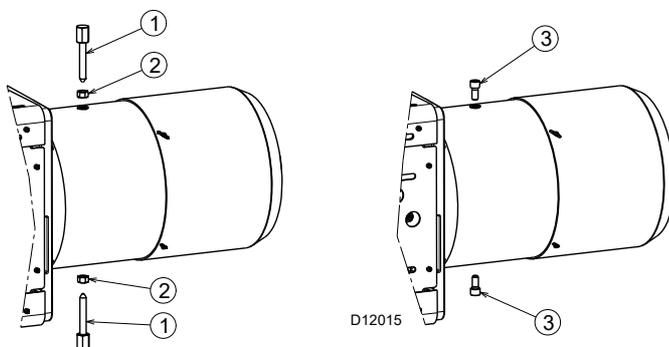

Fig. 11
- Antes de montar el quemador en la caldera, retirar los tornillos y las tuercas 1)-2)(Fig. 11). Sustituirlos por los tornillos 3) M12x16 suministrados.